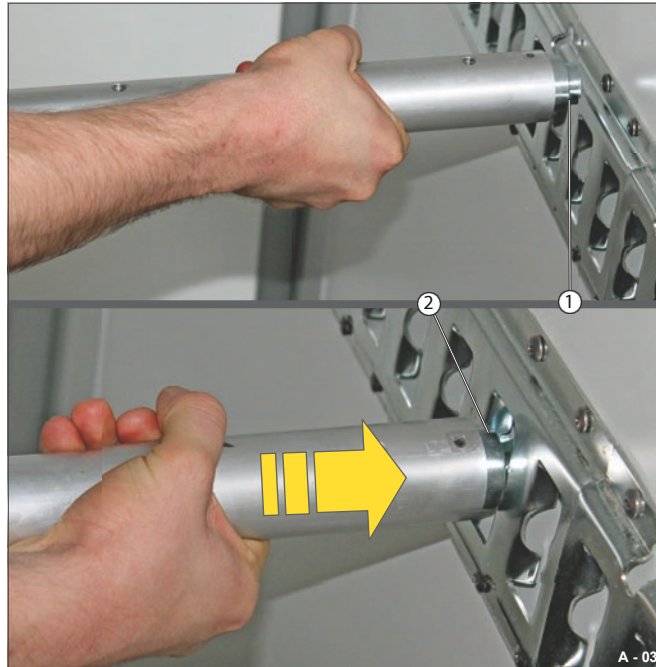

Fig. 37 Fastgørelse af låsestangen
- Sæt endebolten (fig. 37/1) ind iurringsskinnen (fig. 37/2) - sørg for, at låsestangen er placeret parallelt med endevæggen.